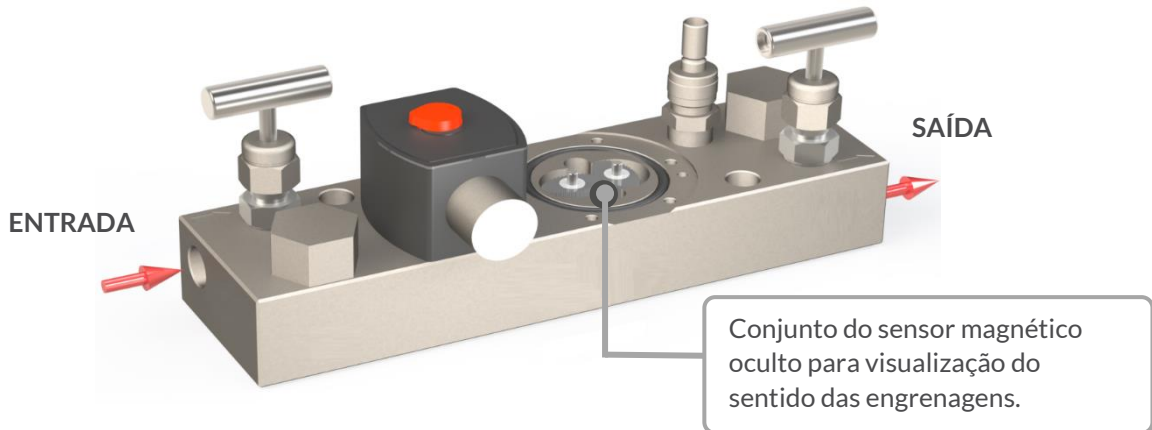

Figura 3 – Vista perpendicular da instalação incorreta do MetroBlock no sentido horizontal.
- Para o funcionamento correto do conjunto, o bloco aditivador deve ser posicionado na posição vertical, seguindo uma instalação conforme o posicionamento demonstrado na figura 1, caso o MetroBlock seja instalado na horizontal “deitado” conforme a figura 3 ou em um posicionamento que haja inclinação (formando um ângulo entre engrenagens e o chão conforme figura 5), o mesmo não será efetivo na injeção de aditivos. Abaixo temos alguns exemplos de instalações corretas e incorretas para melhor compreensão do profissional que irá realizar a instalação e manutenção.